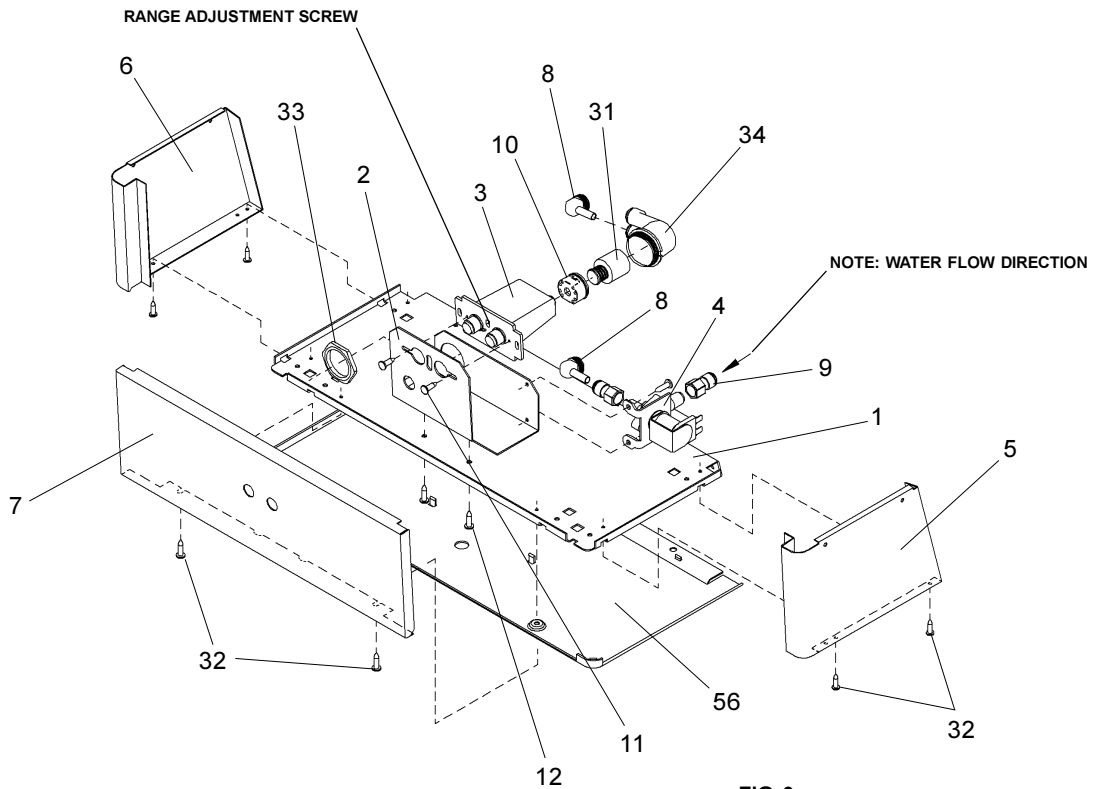

FIG. 3
See Fig. 3 (on page 3) for
- b. Using a small tip screwdriver, rotate range adjustment screw clockwise to increase range and counter-clockwise to decrease range. (See Fig. 3).
- b. À l'aide d'un petit tournevis, vissez la vis de réglage de la plage dans le sens des aiguilles d'une montre pour l'augmenter ou dans le sens contraire des aiguilles d'une montre pour la diminuer. (Voir fig. 3).
- 7) Stream height is factory set at 45-50 PSI. If supply pressure varies greatly from this, re-adjust stream height to approximately 1-1/2" (38mm) above the bubbler guard by turning adjustment screw, accessible by removing front panel, Item No.7 (see Fig.3 & 5).
- 8) Replace the front panel and secure by re-tightening four (4) screws.
- 7) La altura del chorro se determina en la fábrica a 45-50 PSI. Si la presión del suministro varía demasiado de este valor, reajuste la altura del chorro a aproximadamente 1-1/2" por encima del protector del borboteador dando vuelta al tornillo de ajuste sacando el panel frontal de empuje, Artículos 7 (vea Fig. 3 y 5).
- 8) Vuelva a colocar el panel frontal y asegúrelo apretando nuevamente los cuatro (4) tornillos.
- 7) Le niveau d'écoulement est réglé en usine à 45-50 Lb/po². Si la pression varie beaucoup de ce point, ajustez le niveau à nouveau à environ 1-1/2" (38mm) au-dessus du protège-barboteur en tournant la vis de réglage du régulateur que l'on trouve en retirant le panneau, article 7 (voir fig. 3 et 5).
- 8) Remplacez le panneau avant et fixez le en place en resserrant les quatre (4) vis.